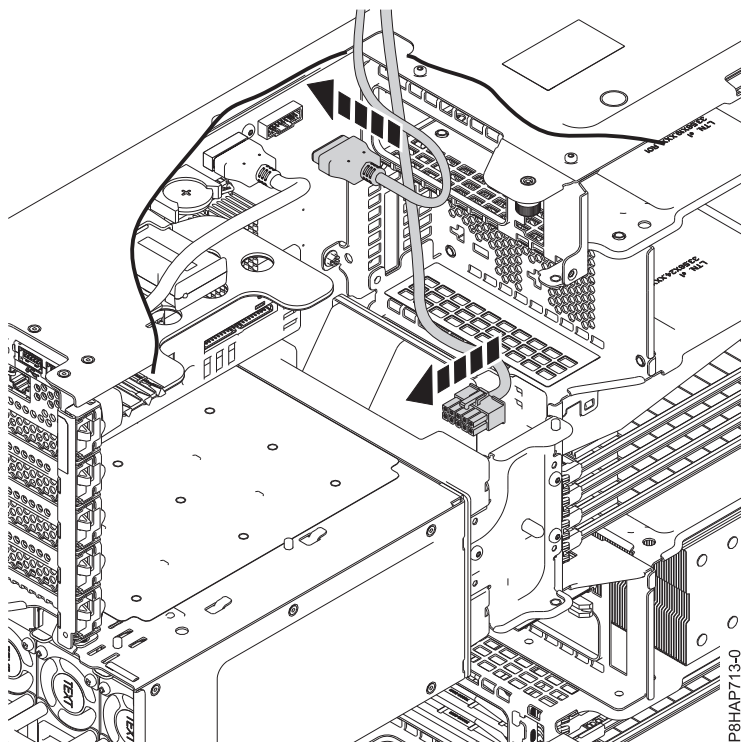

図 68. システム・プレーナーへの 内部 RDX ドッキング・ステーション (FC EUA3) USB ケーブルおよび電源ケーブルの接続
3. 新しい 内部 RDX ドッキング・ステーション (FC EUA3) 電源機構をシステム・プレーナーに接続します。 87 ページの図 68 を参照してください。